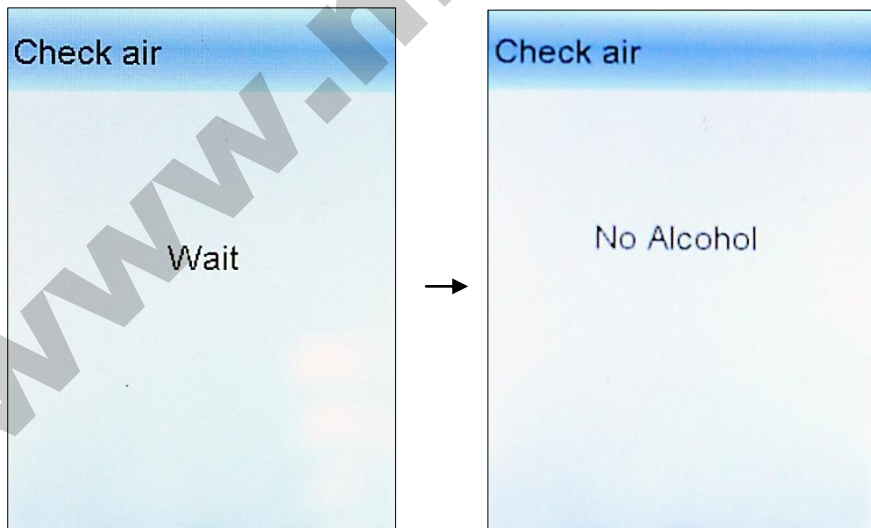
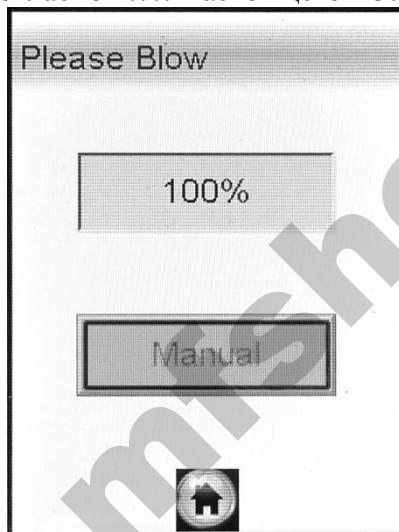

Рисунок 9 – Проверка воздуха
Рисунок 10 – Готовность к отбору пробы
2.7.5 Нажмите виртуальную кнопку «**Start**» для начала процедуры измерения. В этот момент произойдет отбор пробы воздуха из мундштука (будет слышен двойной щелчок срабатывания заборной системы) для проверки его на отсутствие паров этанола, а также на отсутствие остаточного алкоголя в заборной системе анализатора (рисунок 9, слева).
Если в мундштуке и заборной системе алкоголь не обнаружен, на дисплее появится сообщение «**No Alcohol**» (рисунок 9, справа), и анализатор перейдет в режим готовности к отбору пробы (рисунок 10).
2.7.6 При готовности анализатора к отбору пробы (рисунок 10) выполните выдох согласно 2.7.7 настоящего РЭ.
Для повторного выдоха нажмите виртуальную кнопку «**Test Again**», и после появления на дисплее окна готовности к отбору пробы (рисунок 10), обследуемый должен повторить выдох согласно 2.7.7 настоящего РЭ.
Для этого при готовности анализатора к отбору пробы (рисунок 10) переместите курсор с помощью кнопки **A** или **B** на виртуальную кнопку «**Manual**» и во время выдоха обследуемого активируйте ее кратковременным нажатием на кнопку вкл/выкл, при этом анализатор произведет ручной отбор пробы – будет слышен щелчок срабатывания заборной системы.